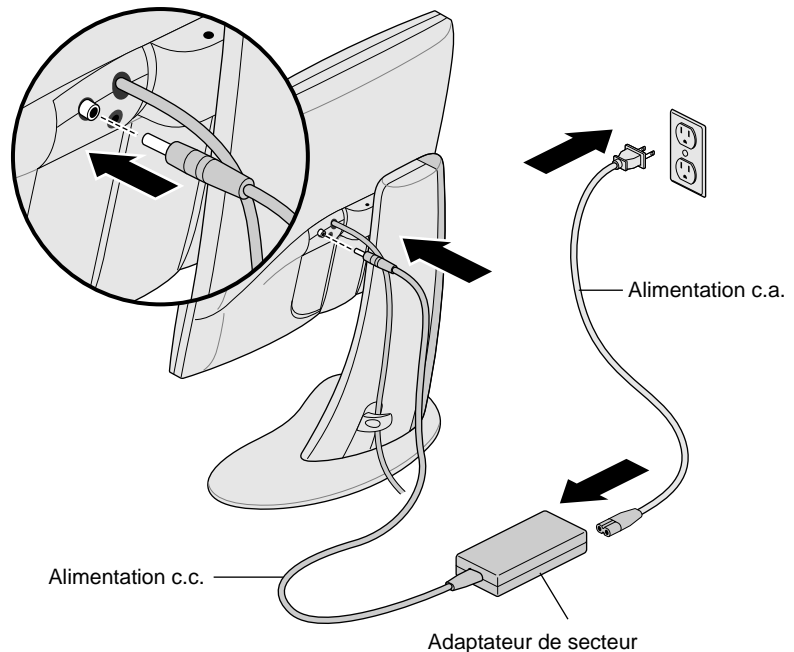

Figure 1-2 Connexion du câble d'alimentation et de l'adaptateur de secteur
- Connectez le câble d'alimentation c.c. de l'adaptateur de secteur au port d'alimentation d'entrée c.c. situé à l'arrière de l'écran plat, comme illustré à la Figure 1-2.